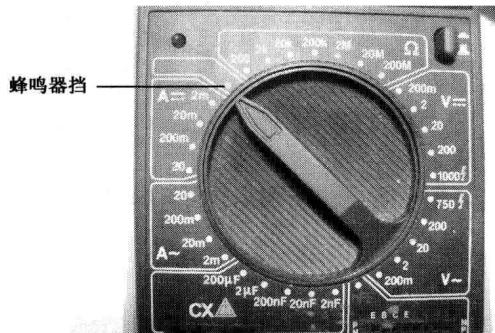
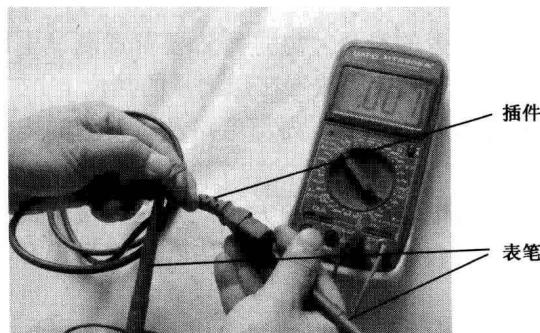

图1-44 将量程开关拨至蜂鸣器挡
图1-45 线路通/断的测量
(6) 线路通/断的测量：按图 1-44 所示将量程开关拨至蜂鸣器挡，红表笔插入“V/Ω”孔，黑表笔插入“COM”孔。将红、黑表笔放在要检查的线路两端，如果万用表发出声音，表示连线相通；否则，（万表表显示“1”）为线路断。线路通/断的测量如图 1-45 所示。